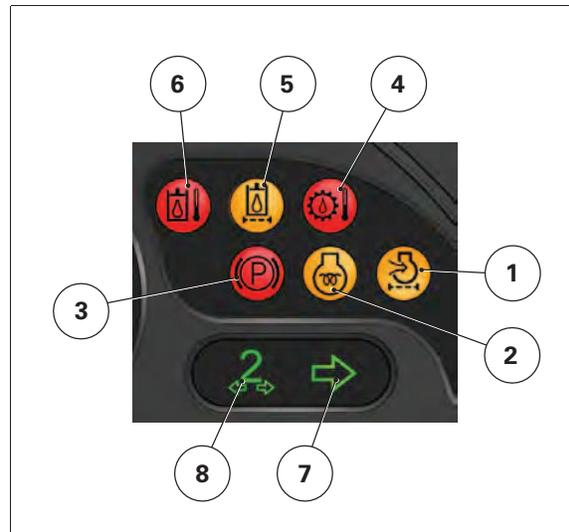

Fig. 5.
- (4) Panel de indicadores luminosos para el freno de estacionamiento ParkLock/freno del remolque/temperatura del sistema hidráulico auxiliar/precalentamiento del motor/temperatura del sistema hidráulico de la transmisión/filtro de aire/bloqueo del sistema hidráulico auxiliar *fig. 5*
- (5) Luz para intermitente izquierdo e intermitente del 1er remolque.
- (6) Luz para intermitente derecho e intermitente del 2o remolque.
- (7) Temperatura del refrigerante del motor
- (8) Medidor AdBlue™ o DEF (solo motor e3 SCR Technology) e indicador luminoso de carga de la batería
- (9) Pantalla para controlar la presión del aceite del motor o comprobar la presión del sistema de frenado neumático
- (10) Indicador de combustible para el depósito de combustible (con o sin depósito secundario)
- (11) Pantalla digital para controlar las funciones principales: velocidad de marcha adelante/atrás, con indicación de regímenes/gama de marchas de TDF/motor acopladas
- (12) Pantalla digital para controlar las funciones DOT Matrix -
- (13) Testigo de las luces de carretera.